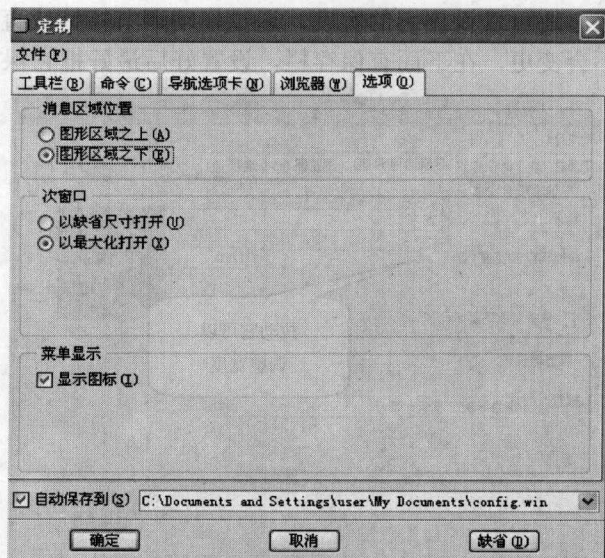

图 1-13 “选项”设置对话框
(5) 当选择“选项”标签时,出现如图 1-13 所示的窗口。在“消息区域位置”中,它有两项选择,一个是“图到区域之上”,一个是“图到区域之下”。如果选择“图形区域之上”选项,将显示在图形窗口的上方,为缺省情况。如果选择在“图形区域之下”选项,将显示在图形窗口的下方。